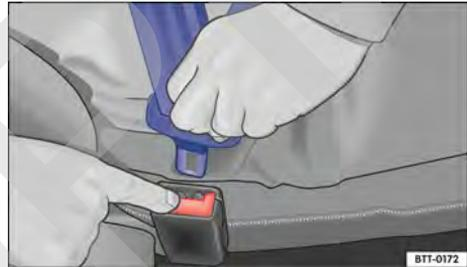

Fig. 32 Soltar la pestaña de encastre del cinturón de seguridad del cierre del cinturón.
- Presionar el botón rojo en el cierre del cinturón de seguridad → fig. 32. La pestaña de encastre del cinturón de seguridad se sale hacia afuera.